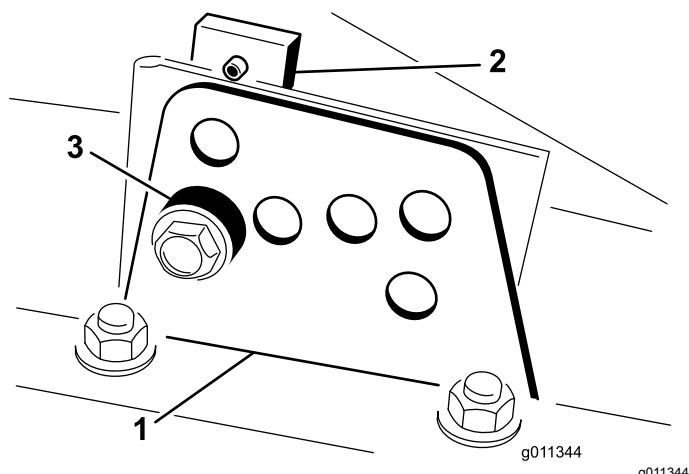

Figura 15
2. Desaperte o parafuso que prende o suporte da altura de corte à placa da altura de corte (frente e de cada lado), conforme se mostra na Figura 15.
4. Enquanto estiver suportar a câmara, retire o espaçador (Figura 15).